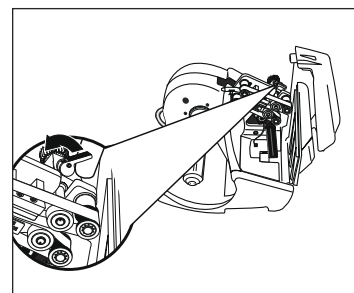

Figure 18
3. Relevez le levier de dégagement de courroie pour desserrer les courroies de scellage. (Voir Figure 18)